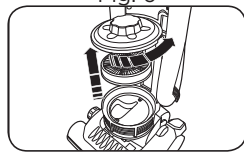

Fig. 7
2. Enlevez la protection du filtre d'évacuation en tournant le couvercle dans le sens inverse des aiguilles d'une montre jusqu'à ce que vous entendiez un clic d'enclenchement (Fig. 7).
3. Enlevez le filtre secondaire usagé et remplacez-le par un filtre neuf (Fig. 7).